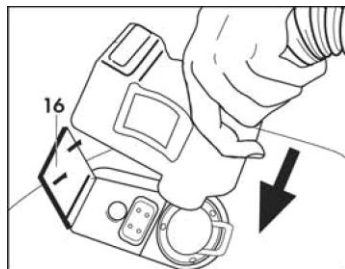

Fig. 6
Abri completamente la portezuela de la toma accesorios (16) e introducir el empolme rápido del tubo flexible en la foma **situada en la parte posterior del aparato, apretando a fondo**. Cerrar la portezuela de la toma accesorios (16) en el cuerpo del empolme rápido asegurándose de que los dos detalles se acoplen (Fig. 6).